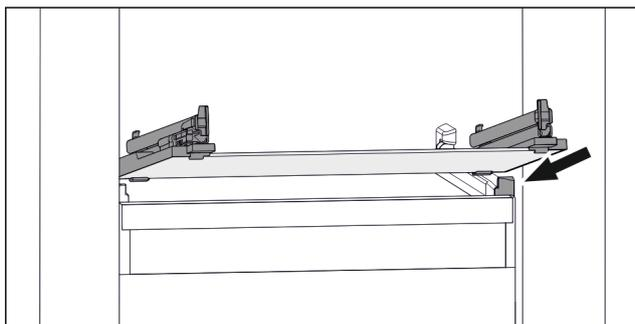

Fig. 132 Exemple de représentation de la tablette en verre
- Placer la tablette en verre, en l'inclinant, derrière les butées. (voir Fig. 132)